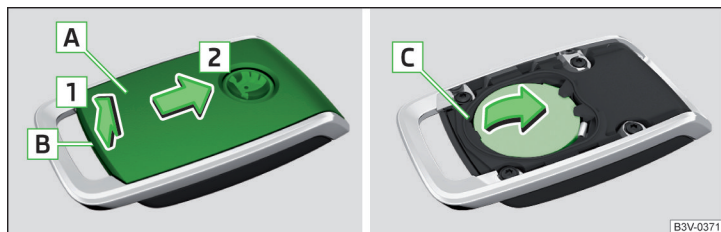

Fig. 354 Ridicarea capacului / scoaterea bateriei
- Cu o șurubelniță dreaptă subțire, desprindeți capacul [A] în zona [B] » fig. 354.